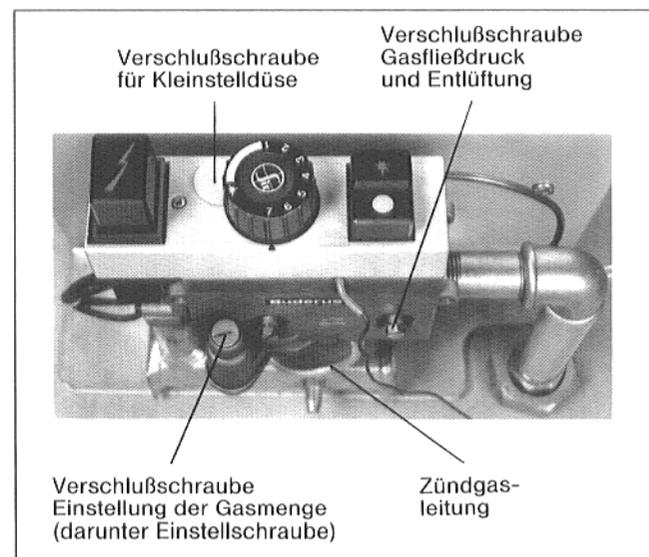

Abb. 8
- Kleinstelldüse (unter Verschlusskappe austauschen und bis zum Anschlag eindrehen (Abb. 8).
- Kleinstelldüse (unter Verschlusskappe) austauschen und bis zum Anschlag nach rechts eindrehen (Abb. 8).
- Mutter am Ende des Brennstabes lösen; Sicherungs- und Sattelblech entfernen. Danach Mutter wieder eindrehen (Abb. 8 a).
- Vordere und mittlere Sattelblechhalterung montieren (Abb. 8 a).
- Sattelblechhalterung am Brennstabende mit Mutter festschrauben (Abb. 8 A).
Abb. 8 a: Brennerschild-Rückseite